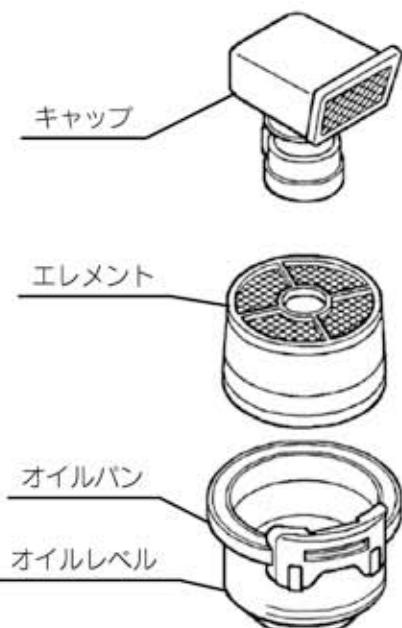

図37
- ② オイルが不足しているときは、オイルレベルまで補充してください。汚れがひどいときにはオイルパン・エレメントとも白灯油で洗浄しエレメントはエンジンオイルに浸し滴下しない程度に振り切ってください。(図37)
- ③ オイルパンはよく洗浄し、新しいエンジンオイル(SC級以上)をレベルまで入れてください。(図37)